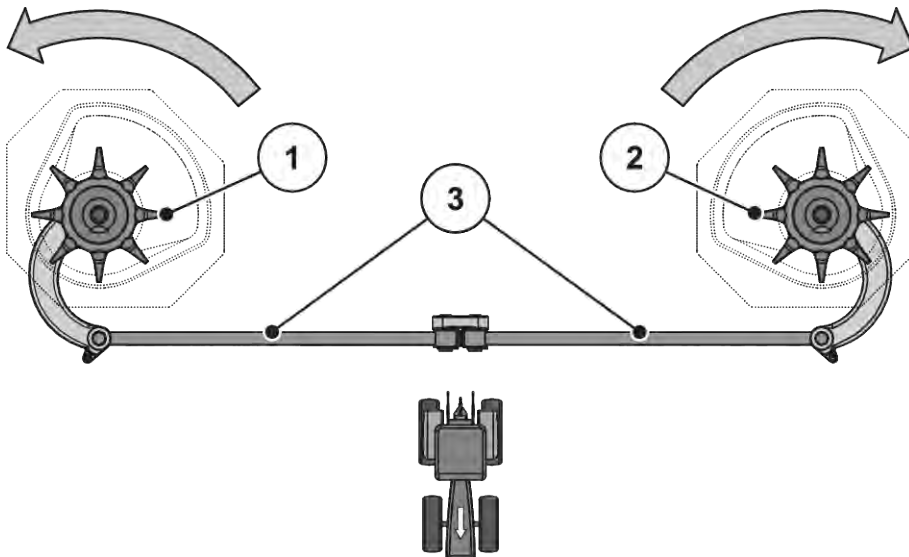

Рис. 54: Перевірка привода мішалки
- Прокрутіть змішувальну головку рукою **в напрямку руху розкидального диска**. Див.. Рис. 54 Перевірка привода мішалки.
- Із силою прокрутіть змішувальну головку рукою або за допомогою ремінного ключа для масляного фільтра **проти напрямку руху розкидального диска**. Див. Рис. 54 Перевірка привода мішалки